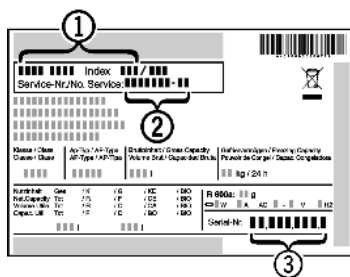

Fig. 5
- ▶ Apparaataanduiding Fig. 5 (1), service-nr. Fig. 5 (2) en serie-nr. Fig. 5 (3) van het typeplaatje aflezen. Het typeplaatje bevindt zich aan de linkerkant binnen in het apparaat.
- ▶ Contact opnemen met de Technische Dienst en het probleem, apparaataanduiding Fig. 5 (1), service-nr. Fig. 5 (2) en serie-nr. Fig. 5 (3) mededelen.